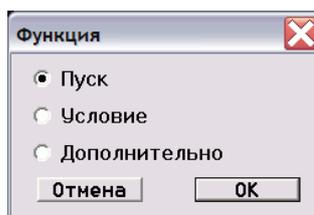

Рисунок 55
3. Нажмите клавишу «Insert». По умолчанию будет вставлена операция «Пуск». Дважды щелкните «мышью» в поле «Операция». Появится окно выбора операции (рисунок 55). Выберите операцию «Условие» и нажмите «Ок».
3. Нажмите клавишу «Insert». По умолчанию будет вставлена операция «Пуск». Дважды щелкните «мышью» в поле «Операция». Появится окно выбора операции (рисунок 55). Выберите операцию «Дополнительно» и нажмите «Ок».